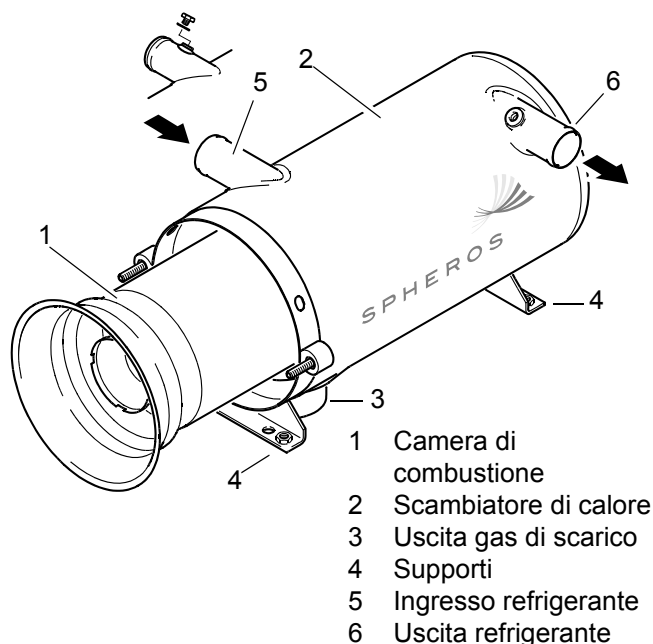

fig. 808 Smontaggio e montaggio della camera di combustione
2. Estrarre la camera di combustione (1, fig. 808) dallo scambiatore di calore (2).
1. Spingere la camera di combustione (1, fig. 808) nello scambiatore di calore (2) fino alla battuta.
3. Estrarre la camera di combustione (1, fig. 808) dallo scambiatore di calore (2) (vedere 8.11).
4. Eventualmente Allentare la fascetta di tensione per la tubazione di scarico all'uscita dei gas di scarico (3).
6. Allentare le fascette stringitubo ai tubi flessibili del refrigerante, estrarre i tubi flessibili del refrigerante dall'ingresso (5) e dall'uscita del refrigerante (6) e chiudere con tappi ciechi. Attenzione con temperature del refrigerante elevate.
7. Rimuovere le viti e le rondelle dei supporti (4) dello scambiatore di calore.
1. Mettere lo scambiatore di calore (2, fig. 808) in posizione di montaggio e avvitare i supporti (4) a seconda del punto di fissaggio utilizzato con viti, dadi e rondelle, al veicolo.
2. Eventualmente Fissare la tubazione di scarico all'uscita dei gas di scarico (3) con la fascetta di tensione.
3. Innestare i tubi flessibili del refrigerante all'ingresso (5) e all'uscita del refrigerante (6) e assicurare con fascette stringitubo con $6 \pm 0,6$ Nm.